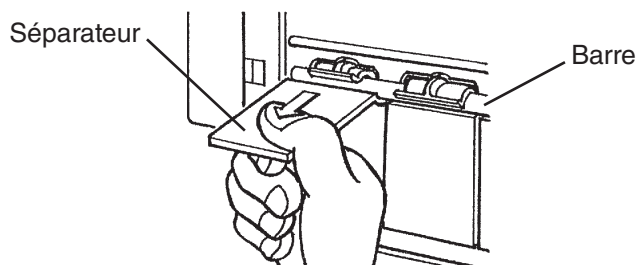

Fig. 46
16. Accrochez chaque séparateur sur le barre, puis tirez-le fort vers vous jusqu'à ce qu'il s'enclenche. Voir Fig. 46.